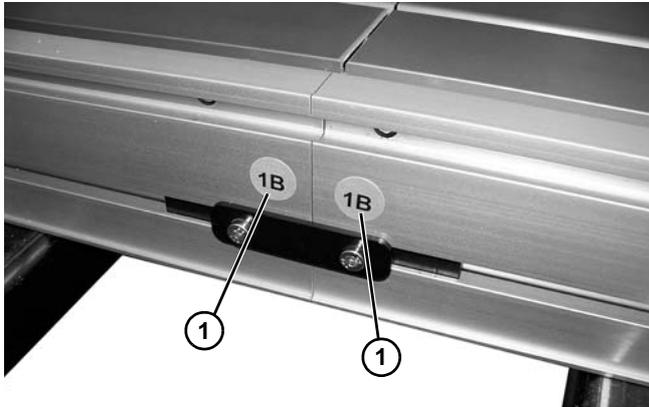

Abbildung 5
1. Förderbandteile anhand der Kennzeichnungen auf den Teilen suchen und anordnen (**Abbildung 5, Teil 1**).